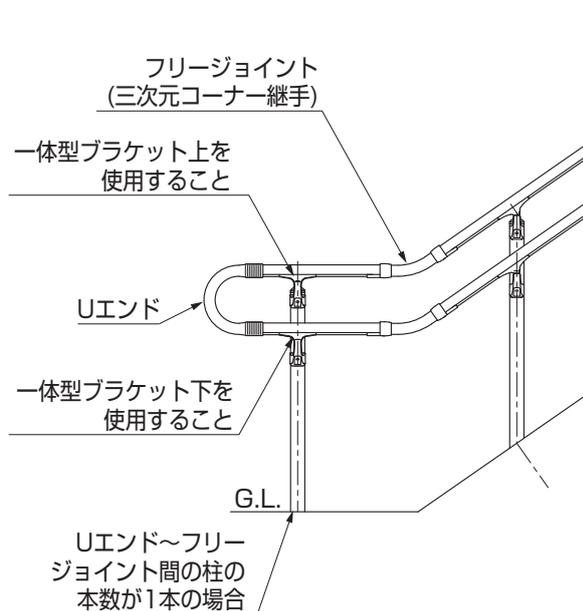
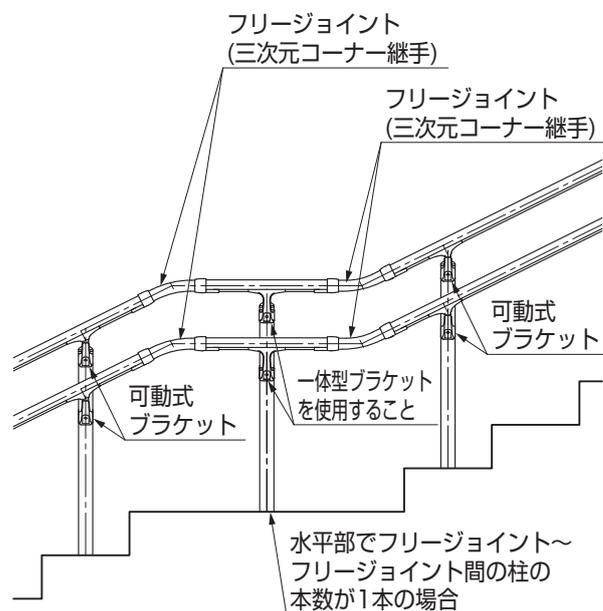

図10-1
図10-2
- ① 「図10-1」のように、Uエンド～フリージョイント(三次元コーナー継手)間の柱の本数が一本となる施工を行なう場合には、ビームブラケットとフロントブラケットが一体となっている、一体型ブラケットを使用してください。
- ② 「図10-2」のように、水平部でフリージョイント(三次元コーナー継手)～フリージョイント(三次元コーナー継手)間の柱の本数が一本となる施工を行なう場合には、ビームブラケットとフロントブラケットが一体となっている、一体型ブラケットを使用してください。
- 「図10-1」, 「図10-2」のような施工を行なう場合に、ビームブラケットとフロントブラケットが分れているブラケットを使用すると、ブラケットが破損する場合があります。必ず、一体型ブラケットを使用してください。
- 「図10-1」, 「図10-2」のような施工でアルミ柱を使用している場合は、フリージョイントを使用しないでください。